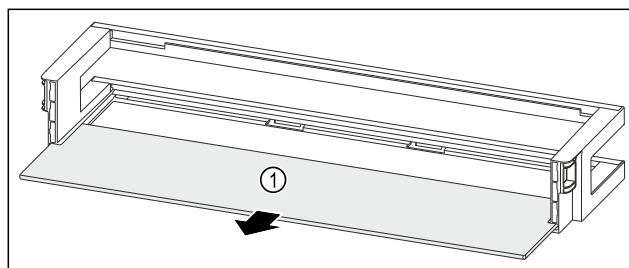

Fig. 145 Dveřní přihrádka s odkládací plochou
- ▶ Odkládací plochu Fig. 145 (1) odeberte.